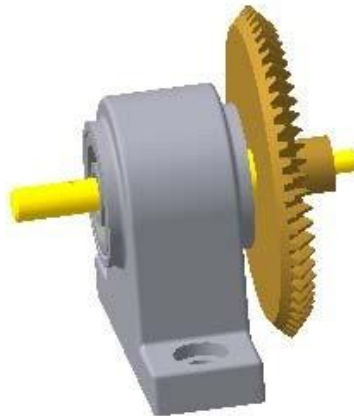

Рисунок 8.8 – Модель конічного колеса встановленого на валу
8. Встановіть конічне зубчасте колесо на вал. Накладіть три зв'язки: **Співвісність** отвору колеса з валом; **Збіг** торцевої поверхні паза колеса під шпонку з торцевою поверхнею шпонки; **Збіг** торцевої поверхні диска колеса зі сходинкою валу (рис. 8.8).